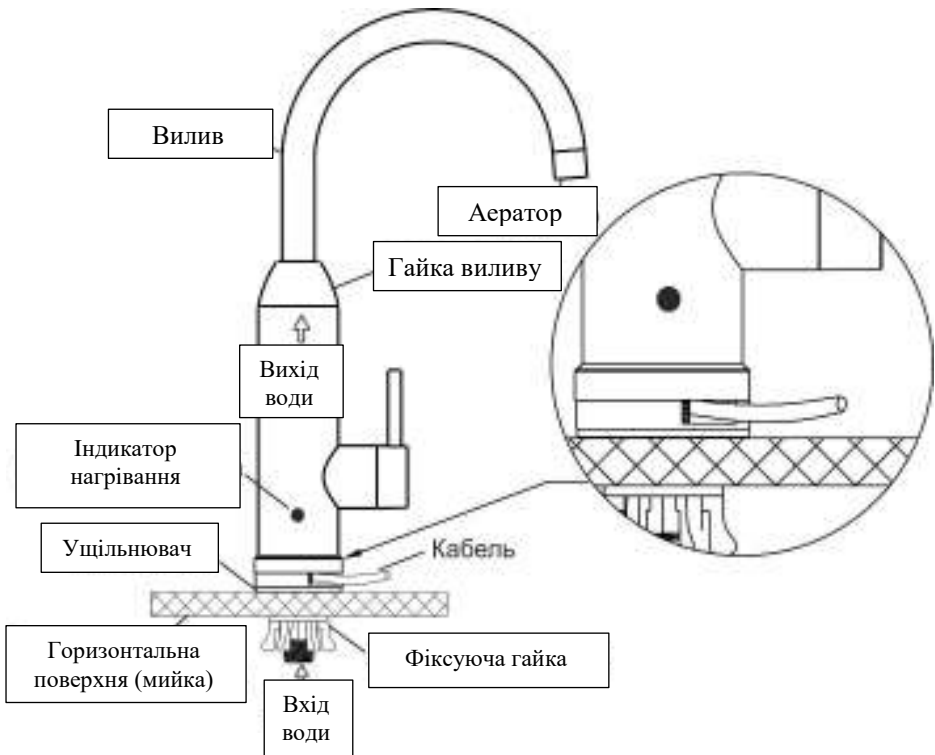

Рис. 1. Встановлення з виведенням кабелю живлення над мийкою
2. Встановіть ПЕВН на мийку відповідно до схеми на рис. 1, або 2.